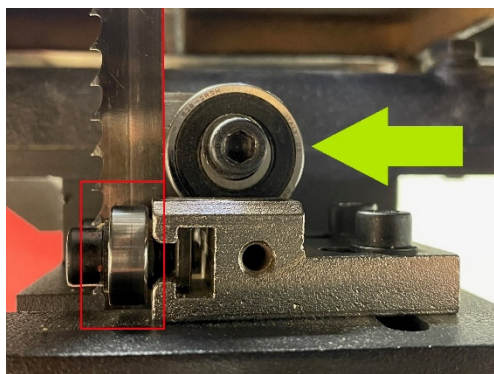

Figure 37
- Avancer guide de manière que à ce que les roulements de guidage latéraux soient au niveau du talon ruban de découpe classique. (Fig 37)